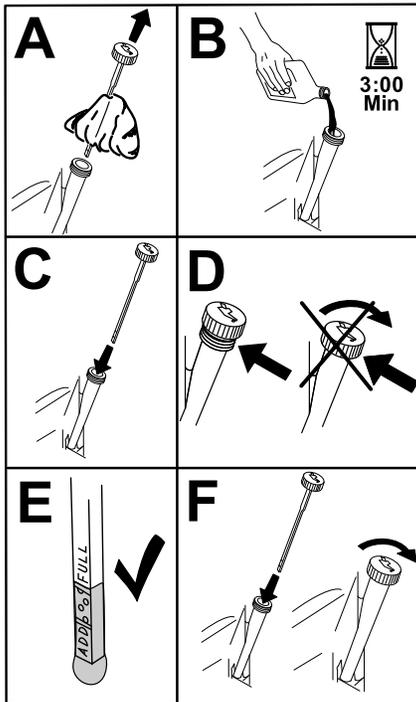

Bild 48
6. Gießen Sie langsam ungefähr 80 % der angegebenen Ölsorte in den Einfüllstutzen und füllen Sie dann vorsichtig mehr Öl ein, um den Ölstand an die Voll-Markierung zu bringen (Bild 48).